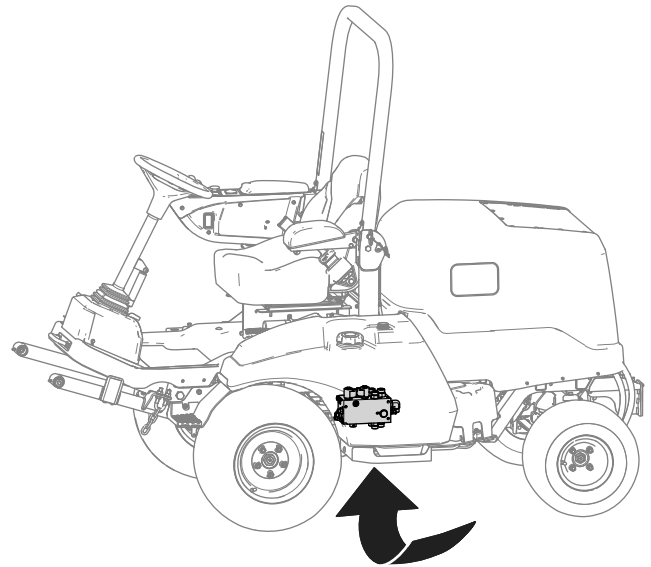

Figure 21
3. Localisez le collecteur de levage sous la machine (Figure 21).